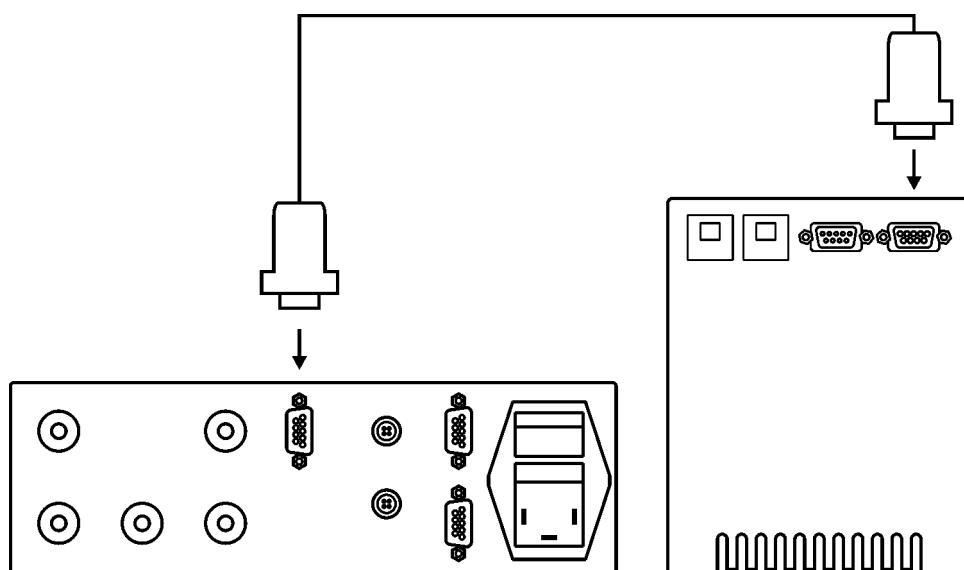

Рисунок 10 — Подключение термостата к измерительному блоку
2.2.10 Если в комплект поставки входит термостат, подключить термостат к измерительному блоку при помощи соответствующего кабеля (рисунок 10).